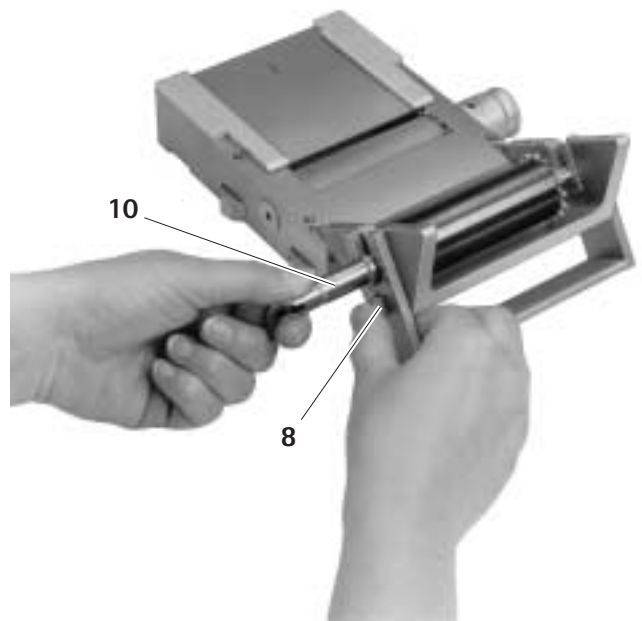

Fig. 3
- Tenere premuto il bloccaggio **8** e contemporaneamente tirare l'albero **10**, in modo da disaccoppiare il rullo di taglio **2**, vedere Fig. 3.
- Premere il rullo di taglio **2** per l'albero **10** finché scatta in posizione nei punti di supporto **20**, vedere Fig. 3.